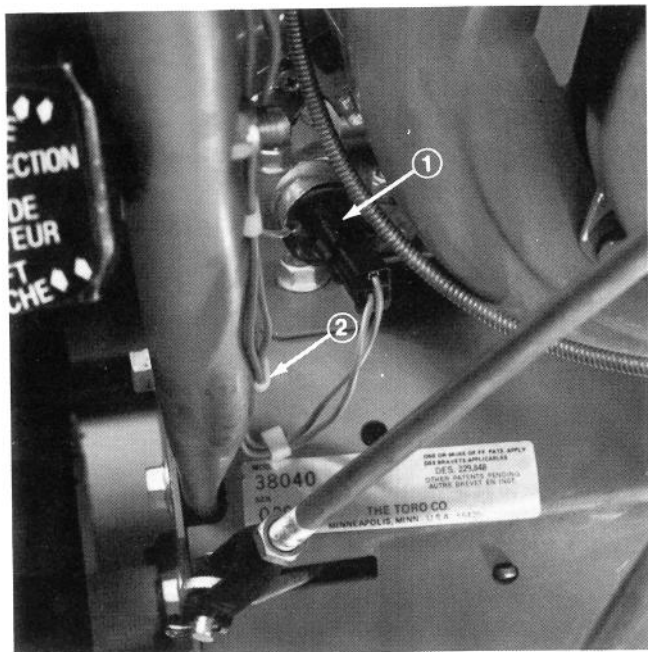

Figure 12
1. Branchez fermement les fils des mancherons sur la prise du moteur (Fig. 12).
2. Poussez le collier de plastique retenant les fils dans le trou sur le dessus du côté gauche du bâti principal (Fig. 12).